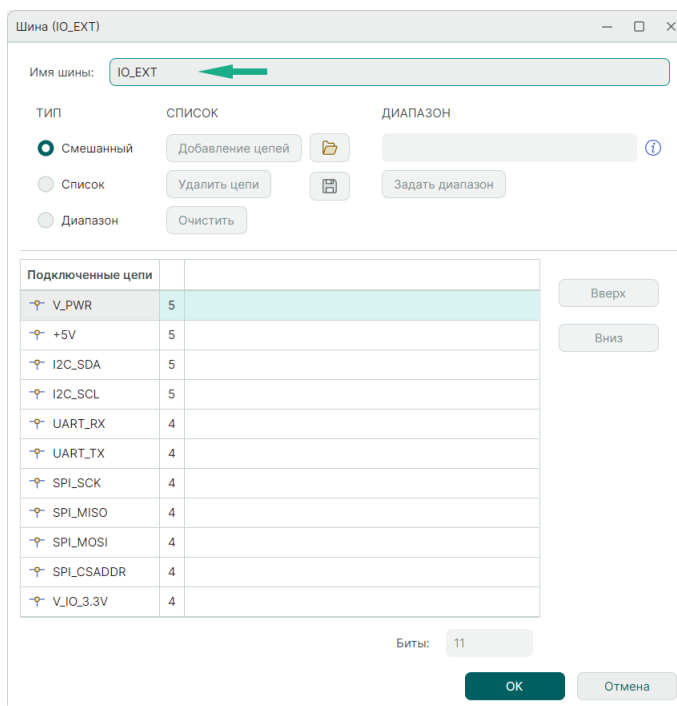

Рис. 117 Переименование шины в окне «Шина»
- Из контекстного меню шины. Для этого в контекстном меню выберите пункт «Цепи» и в появившемся окне «Шина» введите новое имя в строке «Имя шины», см. Рис. 117.